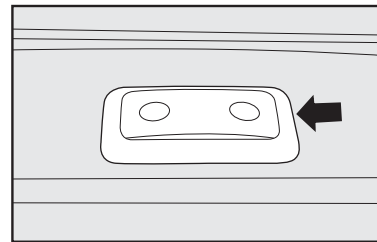

fig. 23
- Com uma chave de fenda no ponto indicado pela seta **fig. 23**, remover o conjunto da luz interna montada a pressão pelas travas.